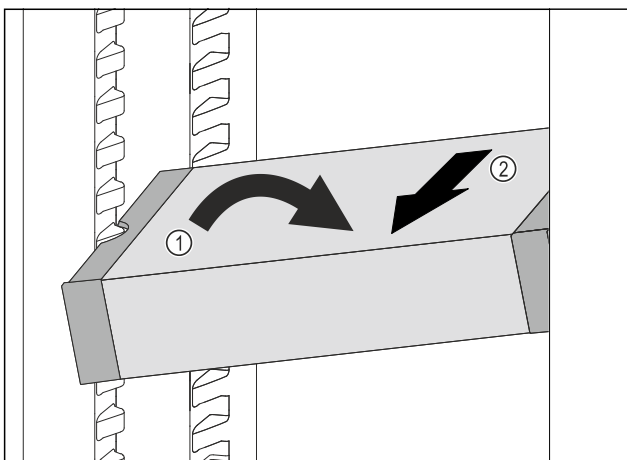

Fig. 100
- ▶ VarioSafe im Kühlteil schräg stellen. Fig. 100 (1)
- ▶ VarioSafe nach vorne entnehmen. Fig. 100 (2)